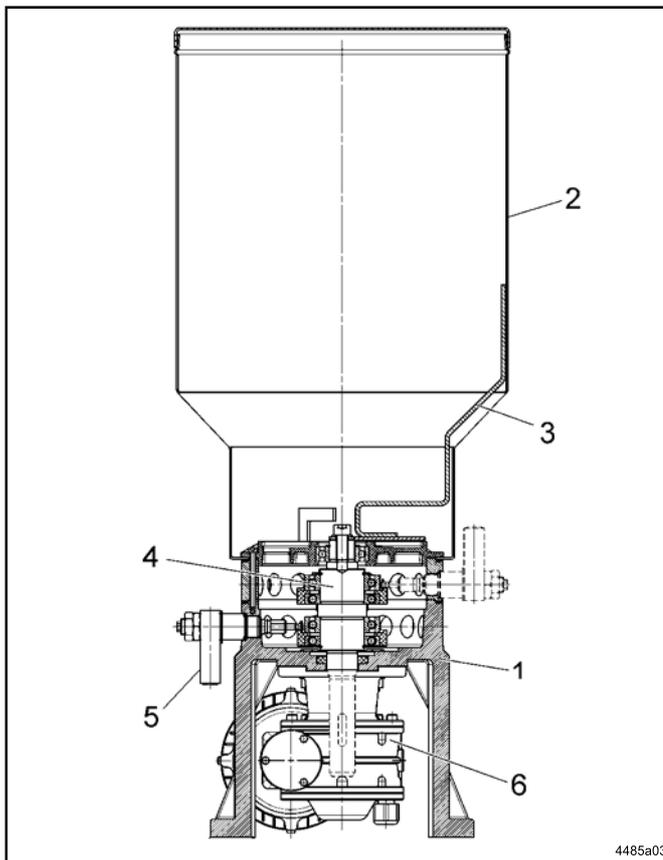

Abb. 2 - Schnittzeichnung der Pumpe 230
- Die Pumpe besteht im wesentlichen aus den in Abb. 2 gezeigten Hauptteilen.
- Das Schneckengetriebe (6, Abb. 2) reduziert die Drehzahl des Antriebsmotors auf die Drehzahl der Exzenterwelle.
- Die Exzenterwelle (4) bringt den Kolben im Pumpenelement (5) in eine hin- und hergehende Bewegung, wodurch der Schmierstoff angesaugt und über ein Rückschlagventil zum Auslaß gefördert wird.
- Die Exzenterwelle treibt gleichzeitig auch den Rührflügel (3) an. Die Drehbewegung des Rührflügels homogenisiert den Schmierstoff und führt ihn den Ansaugbohrungen der Pumpenelemente zu.